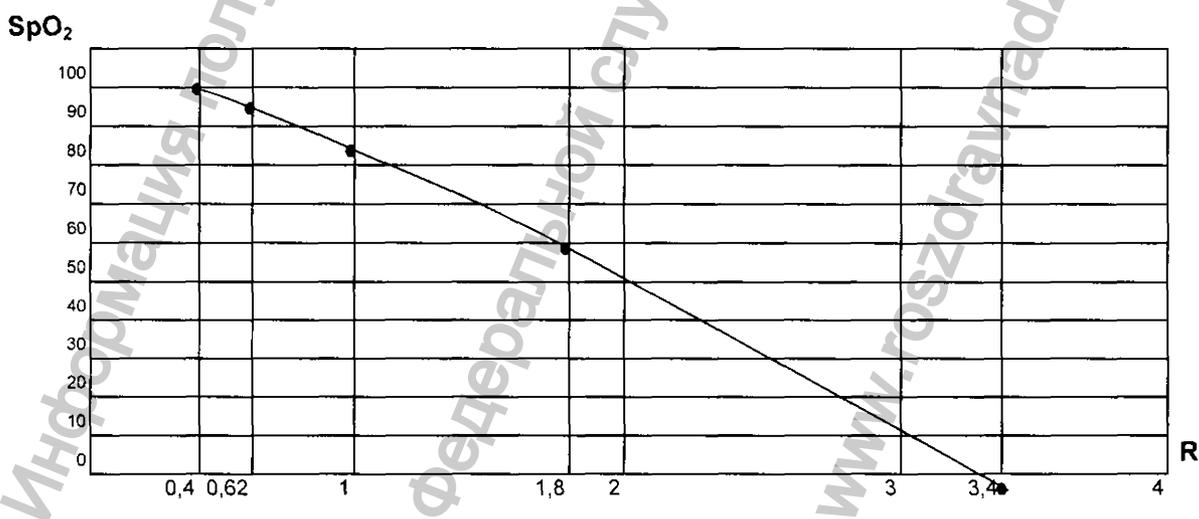

Рис. 3.
Функциональная зависимость SpO_2 от R приведена на рис. 3.
Подсоедините датчик пульсоксиметрический пальцевой к блоку обработки и сигнализации. На экране сначала должна появиться надпись «НА» (настройка), затем «НП» - нет пациента. Установите датчик на палец, как указано на рис. 3 и убедитесь в работоспособности оксиметра.
2.3.4. Установите на палец пациенту датчик как указано на рис. 3. При этом рука не должна находиться в напряжённом состоянии.